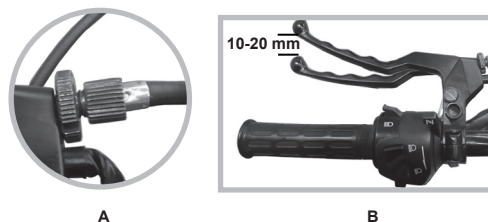

Imagen 26. Ajuste de la palanca del embrague
1. Ubicar la tuerca y el tornillo templador de ajuste de la palanca del embrague. Ver imagen 26-A.
3. Girar la tuerca a la izquierda para reducir la carrera libre y a la derecha para aumentarla. La carrera libre del extremo de la palanca del embrague debe estar entre los 10-20 mm. Ver imagen 26-B.